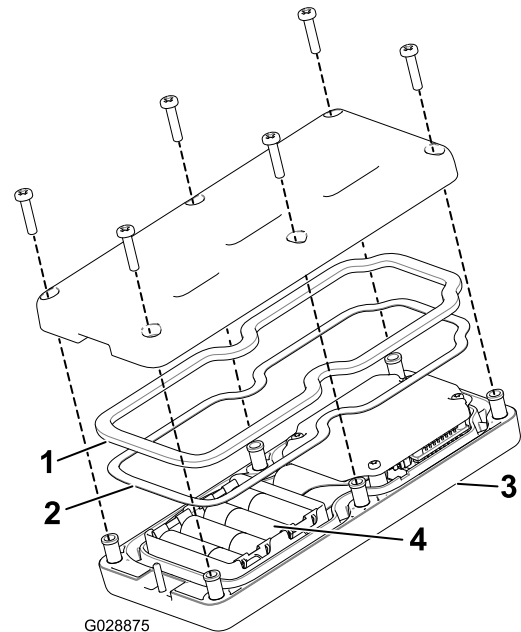

Figura 13
2. Inserte cada batería en su alojamiento teniendo en cuenta la polaridad correcta. (Si las pilas se instalan de forma incorrecta, la unidad no resultará dañada, pero no funcionará.) El alojamiento lleva marcas de polaridad para cada terminal grabadas en relieve (Figura 13).
adecuado del control remoto y coloque de nuevo la tapa trasera (Figura 13).
4. Ajuste la tapa con 6 tornillos (Figura 13) y apriételos a 1,5–1,7 N·m.